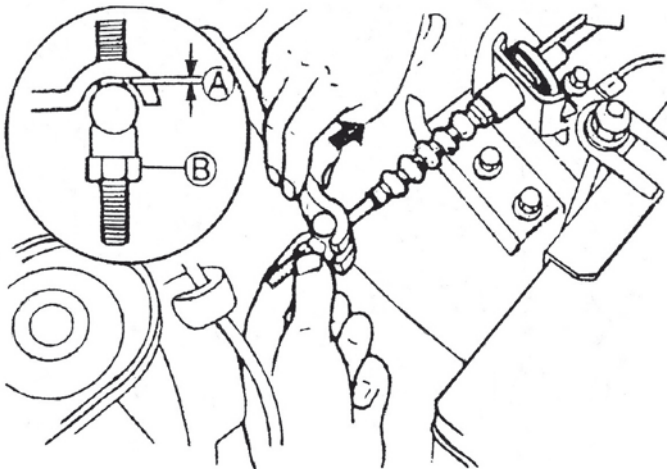
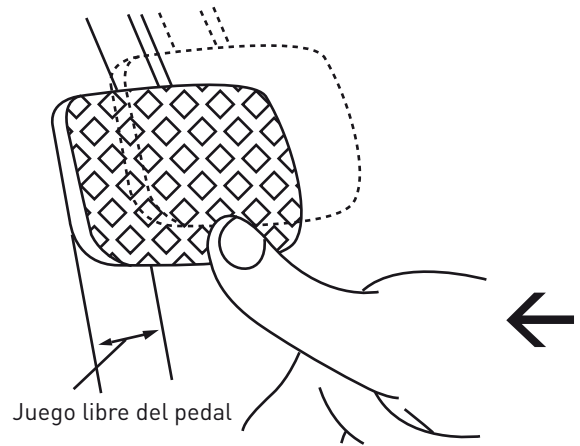

Figura 2. Juego libre en horquilla
Figura 3. Juego libre en el pedal
➤ Cuando en la posición embragado (no se ejerce fuerza sobre el pedal) existe una luz o separación entre el rodamiento de desembrague y los dedillos del diafragma; se dice que el sistema tiene juego libre y se debe calibrar desde el pedal o en la horquilla de embrague, la distancia (A) en este punto varía entre 2 y 5 mm. Figura 2 y Figura 3.